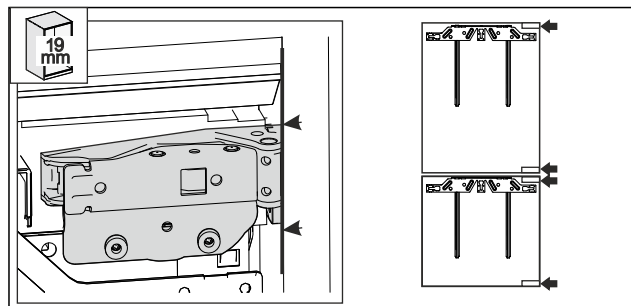

Fig. 54
- Stěna nábytku o tloušťce 19 mm: přední hrana závěsů je zarovnána s přední stranou boční stěny nábytku. Fig. 54 ()